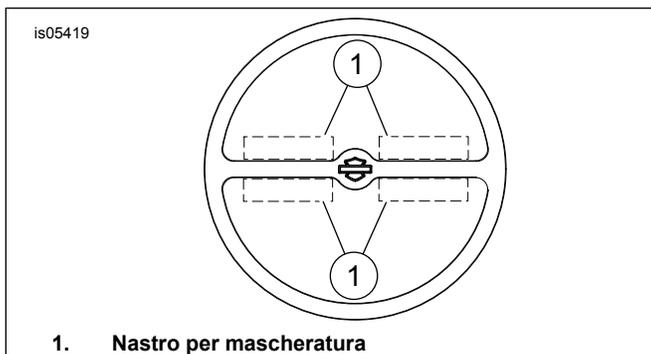

Figura 2. Copertura della griglia dell'altoparlante
5. Vedere Figura 2. Applicare 4 pezzi di nastro per mascheratura (1) direttamente sulla griglia dell'altoparlante, al di sopra e al di sotto della traversa dell'anello di rivestimento e su ciascun lato del logo Bar & Shield. Questo serve come sagoma per l'installazione.